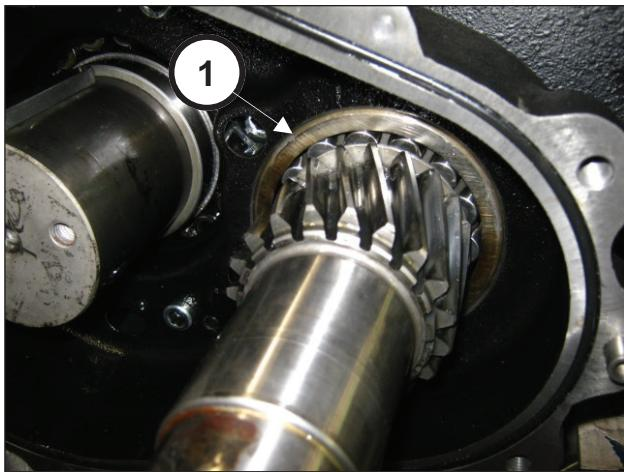

Fig. 65
Emmancher le roulement jusqu'en butée (rep. ①, Fig. 65)